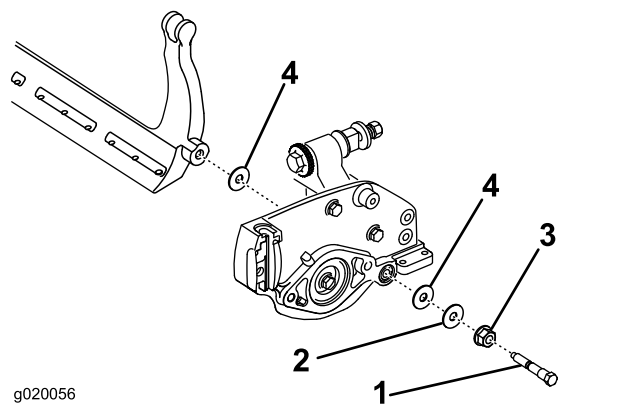

Figura 23
Considerate 2 rondelle in nylon e 1 rondella in acciaio su ciascun lato della barra di appoggio (Figura 23).
3. Collocate una rondella in nylon su ciascun lato della flangia di estremità della piastra laterale. Posizionate una rondella in acciaio all'esterno di ciascuna rondella in nylon (Figura 23).